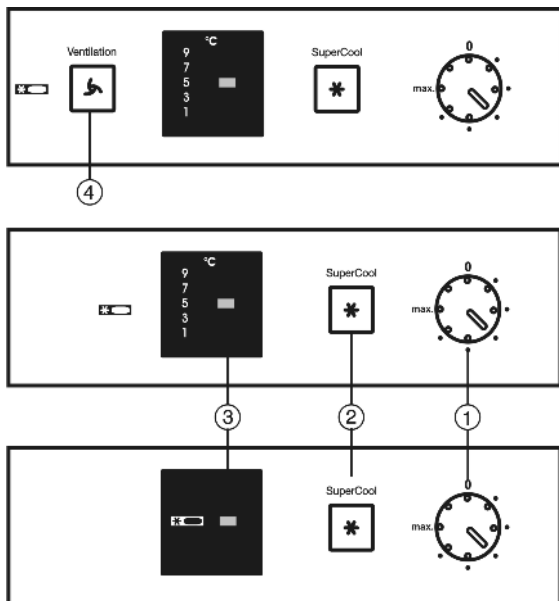

Fig. 2
- Tourner le thermostat *Fig. 2 (1)* vers la droite à l'aide d'une pièce de monnaie.